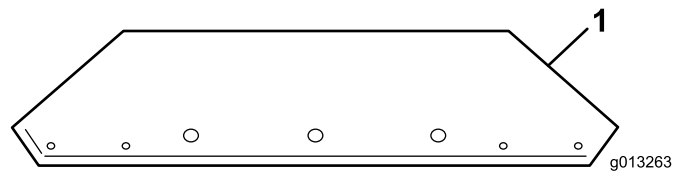
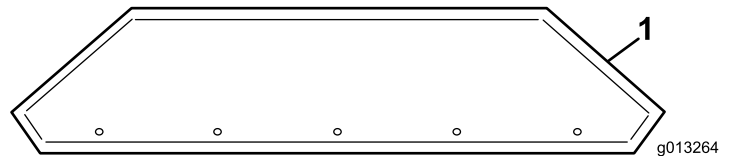

Bild 10
Bild 11
1. Nehmen Sie die Füllkastenverlängerungen aus der Kiste und identifizieren Sie vorne und hinten (Bild 10 und Bild 11).